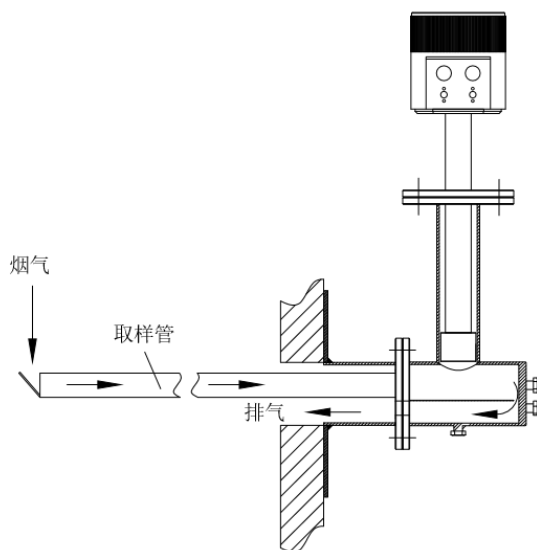

图 22 氧探头+取样器安装（介质正压或负压 $<500\text{Pa}$ ）
- 烟气取样器在绝大多数情况下都是与 200mm 长度的氧探头配用。被测介质正压或者负压 $< 500\text{Pa}$ ，可以通过引流管前端配装的挡流板将被测气体直接引入测量室。请参阅图 22。
◆**注意：**氧探头必须垂直安装于烟气取样器上，务必将氧探头的头部向下（如图 22 和如图 24），否则很有可能因积灰严重或水份沉积导致仪器的损坏！